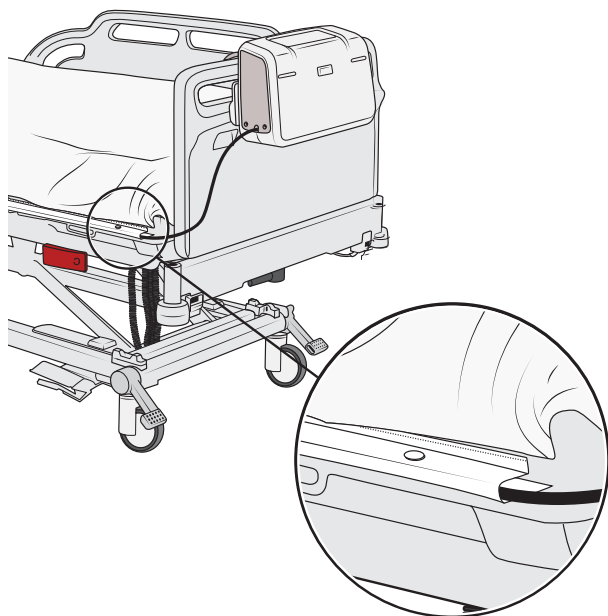

Figura 20
3. Cierre la solapa en torno al cable con ayuda de los botones de presión (consulte la figura 20).